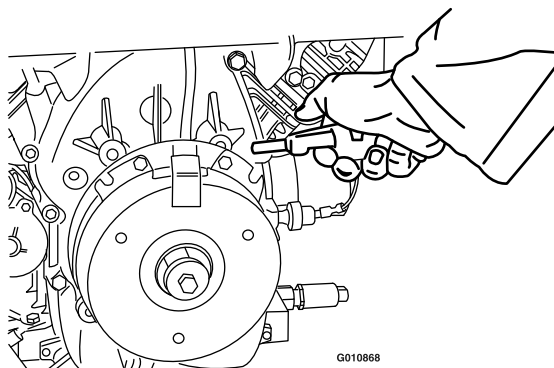

**Figura 68**
3. Togliete il coperchietto antipolvere dalla ruota orientabile e serrate il dado di bloccaggio (Figura 68).
4. Serrate il dado di bloccaggio finché le rondelle elastiche non sono piatte, quindi allentate di un quarto di giro per mettere a punto il precarico sui cuscinetti (Figura 68).
**Importante:** Verificate che le rondelle elastiche siano correttamente montate, come riportato nella Figura 68.
5. Montate il coperchietto antipolvere (Figura 68).